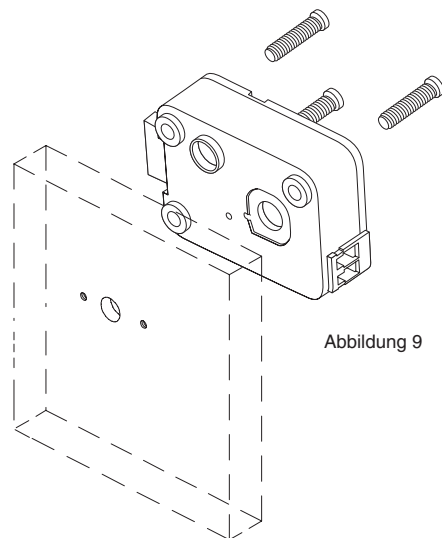

Abbildung 9
4. Befestigen Sie das Schloss mit den drei mitgelieferten Schrauben US 1/4-20 (metrisch M6 x 1). Das empfohlene Drehmoment für die Befestigung der Schrauben an einem Schwenkriegelschloss beträgt 30 in./lbs. (3.4 Nm) (Abbildung 9).